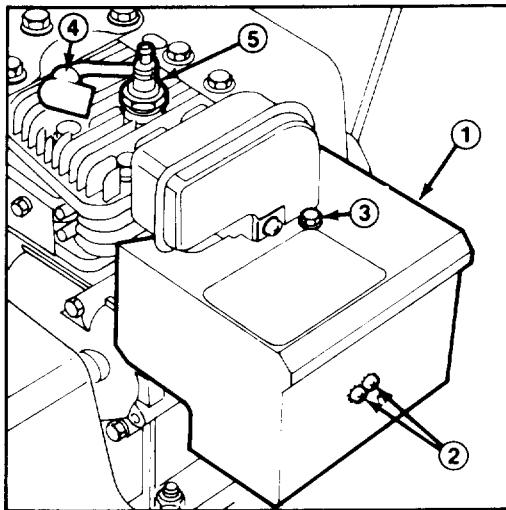

Figure 15
Remarque: Modèle 521 seulement) Pour mettre le moteur en marche à 4°C (40°F) ou à des températures plus élevées, enlevez la boîte de chauffage du carburateur (Fig. 15). Il faut toutefois remettre la boîte de chauffage à des températures inférieures à 4°C ou 40°F. Pour enlever la boîte de chauffage du carburateur, procédez comme suit:
A. Enlevez les vis Phillips et la vis à tête hexagonale qui maintiennent la boîte de chauffage en place. Tirez sur le bouton de l'étrangleur pour l'enlever de la tige (Fig. 15).
1. Poussez le fil de haute tension sur la bougie d'allumage (Fig. 15).
Pour éviter la mise en marche accidentelle du moteur pendant les travaux d'entretien, mettez la clé d'allumage en position d'arrêt et retirez-la du contact. Enlevez ensuite le fil de haute tension de la bougie (Fig. 15) et assurez-vous que le fil ne puisse accidentellement toucher la bougie.